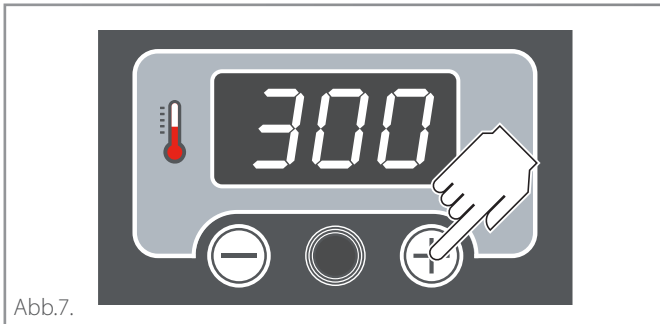
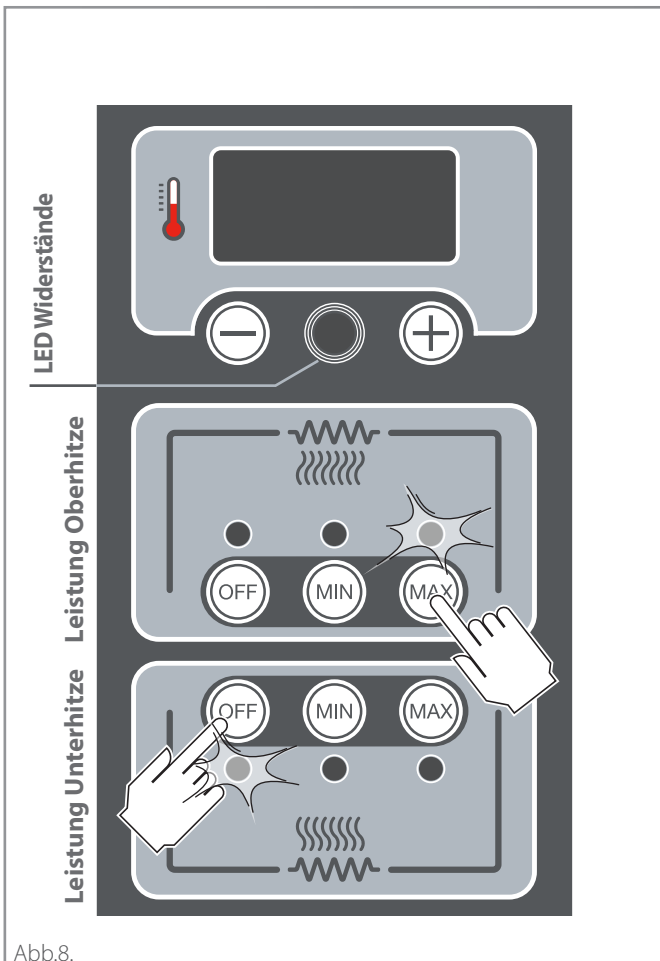

Abb.7.
Abb.8.
► **Abb.7. - Abb.8.)**
► **Abb.7.**
► **Abb.8.**